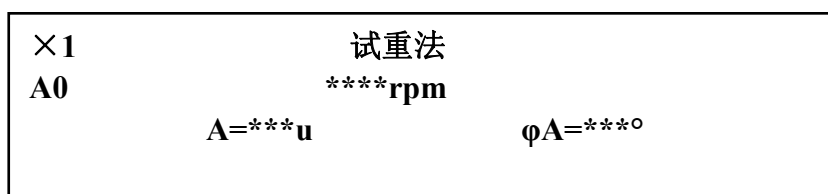
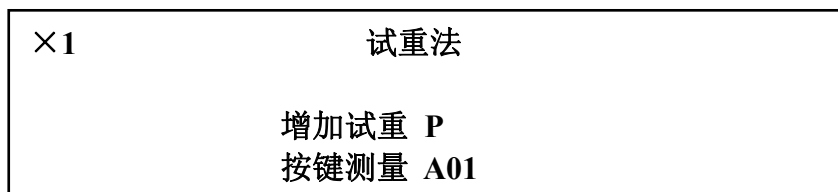
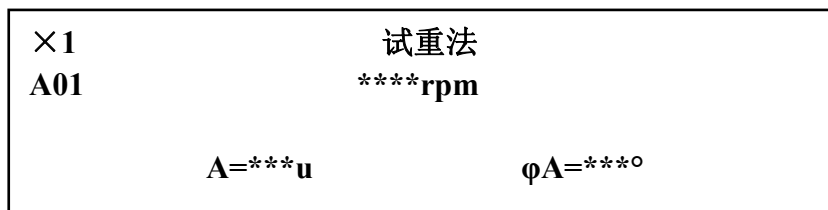

图 4-8
图 4-9
图 4-10
(2) 按|执行|键，屏幕显示如图 4-8
(3) 当图 4-8 中的测量值稳定下来后，按|保持|键，屏幕右上角出现“**”，表示数据已经锁定。按|执行|键，屏幕显示如图 4-9。
启动转子，按动|执行|键，屏幕显示如图 4-10。
(5) 当图 4-10 中的转速稳定在与图 4-8 相同的转速，且振动量 A 及角度 φ_A 稳定下来后，按|保持|键，屏幕右上角出现 “**”，锁定读数。此时的 A、 φ_A 值会明显不同于图 4-8，否则说明所加试重太小或加试重位置不适合。
按|执行|键，屏幕显示如图 4-8。当转速稳定在“动平衡转速”，A 及 φ_A 值读数稳定时，按|保持|键锁定。可以看到振动量 A 值比加配重前明显减小了。